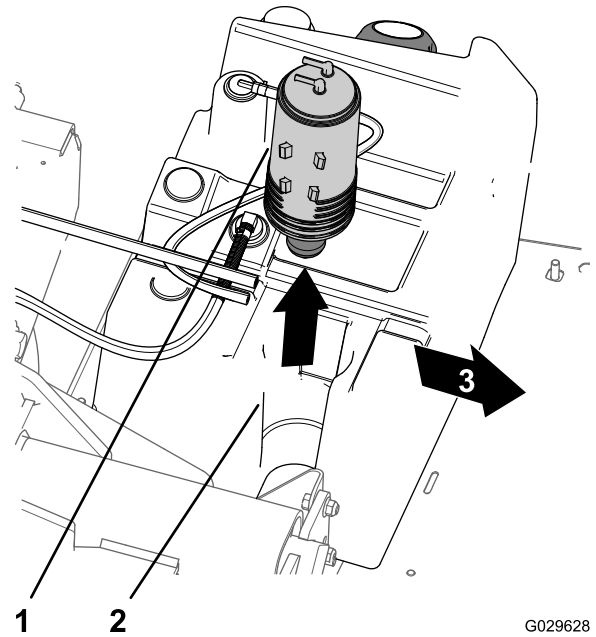

Figure 54
3. Soulevez la cartouche de charbon de son support dans le réservoir de carburant (Figure 54).
7. Insérez la nouvelle cartouche de charbon actif dans son support sur le réservoir de carburant, en alignant les raccords marqués « Fuel Tank » et « Purge » vers l'arrière (Figure 54).